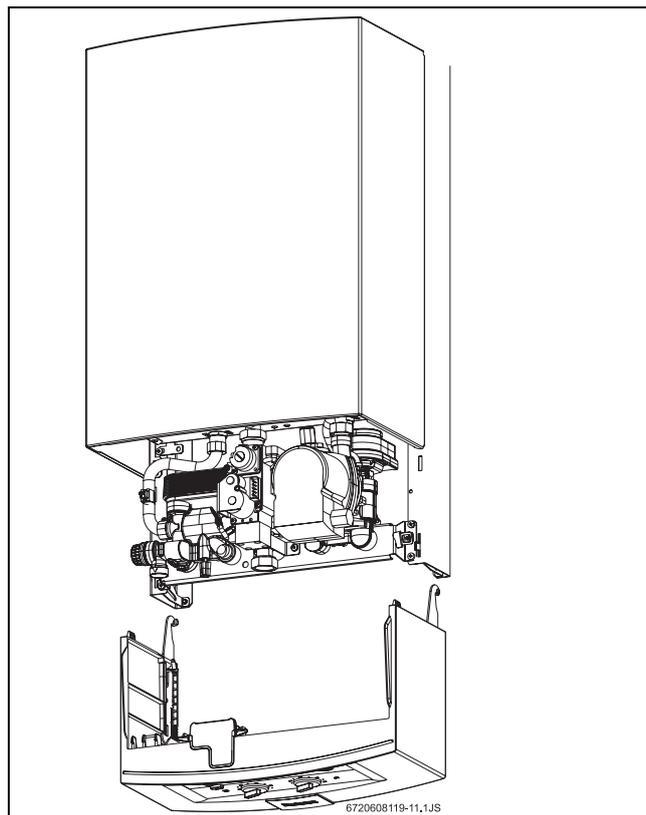

Fig. 10 Smontaggio del quadro comandi.
- Per smontare completamente il quadro comandi dalla posizione di manutenzione, sollevarlo e tirarlo delicatamente verso il basso (vedere Fig. 10).